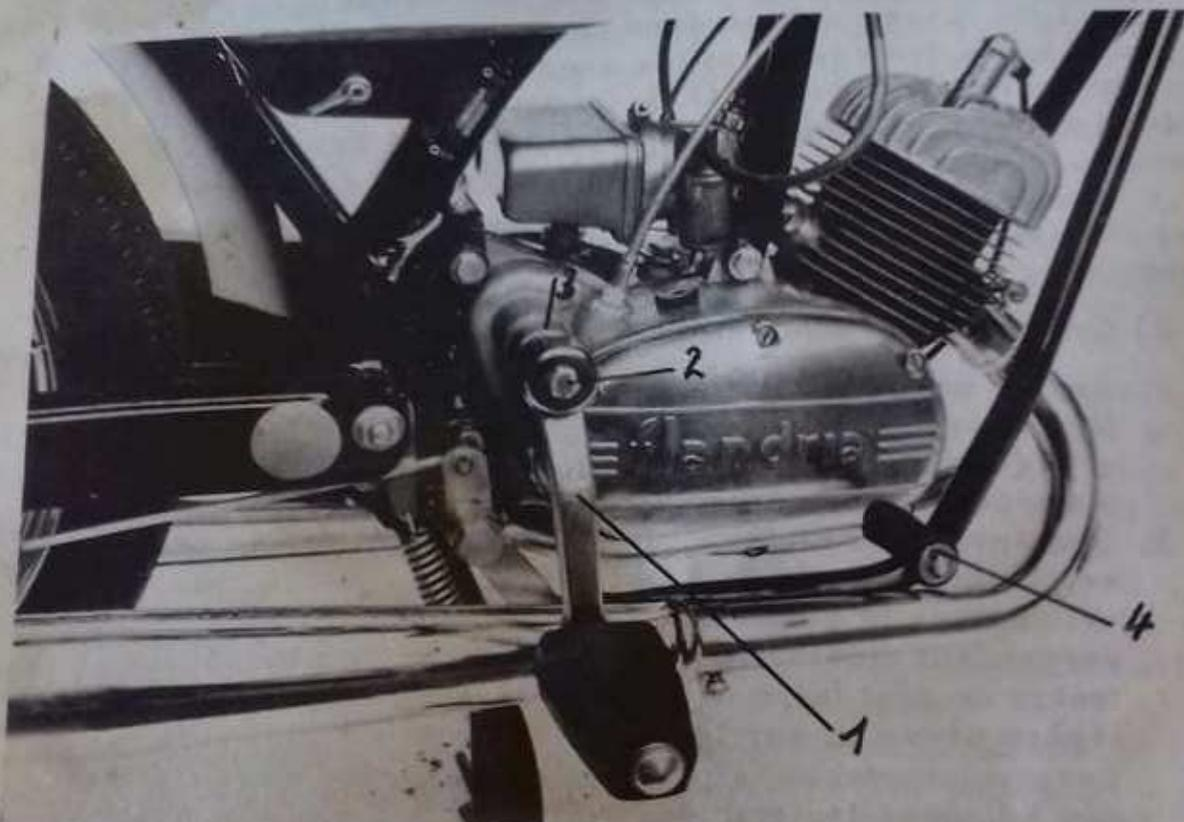

Fig. 4
b) Cyclomoteurs avec sélecteur au pied . Fig. 4.
1. Rouler normalement comme à bicyclette. Voir fig. 4. On doit d'abord vérifier si la manivelle droite (1) se trouve en position vélo, notamment en sens inverse de la manivelle gauche. Sinon, il faut presser du pouce le boulon central (2) de l'axe de pédalier, et tirer ensuite avec les autres doigts la manivelle vers l'extérieur. Ainsi, la pression du ressort intérieur est éliminée et la manivelle droite sort de son accouplement à griffes (3). En tournant la manivelle d'un demi-tour de 180°, elle rentre automatiquement dans